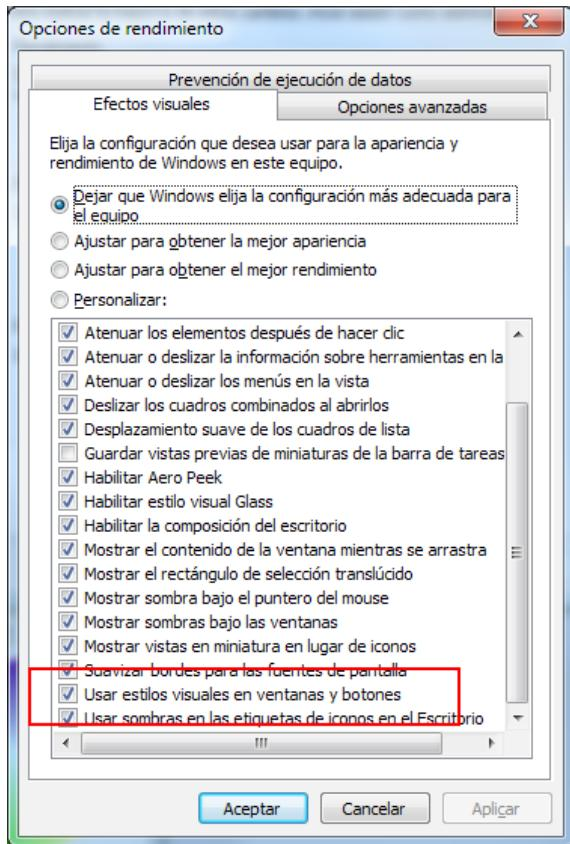

Ilustración 9.4
3. Active la opción de “Usar estilos visuales en ventanas y botones”. Véase Ilustración 9.4